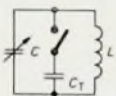

Bild 1 Parallelnachstimmung durch eine Kapazitätsdiode, die wie ein anschaltbarer Zusatzkondensator  $C_T$  wirkt
Neben der Schnittbandkern-Technik haben sich die Hersteller auch um andere Lösungswege bemüht. Der einseitig geschnittene und nur an der Schnittstelle verfestigte Klappkern ist nur für größere Abmessungen realisierbar. Er hat sich aus verschiedenen Gründen, hauptsächlich wegen seiner starken Brummeigung, nicht durchsetzen können. Eine neue Luftspalttechnik, der sogenannte Stufenluftspalt, verspricht dagegen besonders für Kleinsttransformatoren günstige Einsatzmöglichkeiten (Bild 2). Allerdings erfordert der Stufenluftspaltkern (SLK) höhere Werkzeugkosten, also Großserien. Wie schon erwähnt (s. Bild 1), bestimmt das Verhältnis von Luftspalt  $s$  (für Schnittbandkerne in Normalgüte 0,03 mm) zur Eisenweglänge  $l_m$  den Scherungsgrad. Kleine Schnittbandkerne liegen also magnetisch grundsätzlich ungünstiger. Näheres läßt sich jedoch erst sagen, wenn die Garantiedaten für die in Erprobung befindlichen SLK-Typen festliegen.
Die einfachste Schaltung erhält man, wenn Drehkondensator und Kapazitätsdiode parallel geschaltet werden. Die Kapazitätsdiode ist im Bild 1 durch
In der Praxis erreicht das Verhältnis  $f_{\max}/f_{\min}$  häufig den Wert 3,3, und der Frequenzhub würde dann im Verhältnis 1 : 36 schwanken. Die Schaltung nach Bild 1 ist deshalb kaum anwendbar.
Zum Vergleich mit der Schaltung nach Bild 1 kann man nun mit Gl. (5) und Gl. (6) das Verhältnis  $\Delta f_h/\Delta f_n$  bilden und gängige Werte einsetzen. Zum Beispiel  $C_{\max} = 500$  pF,  $C_p = 2,5$  nF,  $C_s = 10$  pF und  $f_{\max}/f_{\min} = 3,3$ . Der noch fehlende Wert von  $C_{\min}$  kann aus den gegebenen mit Gl. (3) und Gl. (1) zu  $C_{\min} = 28$  pF berechnet werden. Das Verhältnis der Extremhübe ergibt sich dann zu  $\Delta f_h/\Delta f_n = 1/6,1$ . Es hat damit zwar noch keinen brauchbaren (nahe bei 1 liegenden) Wert erreicht, da es aber im Gegensatz zur Schaltung nach Bild 1 weniger als 1 beträgt, läßt eine Kombination beider Schaltungen die Möglichkeit einer wenigstens teilweisen Kompensation erwarten.